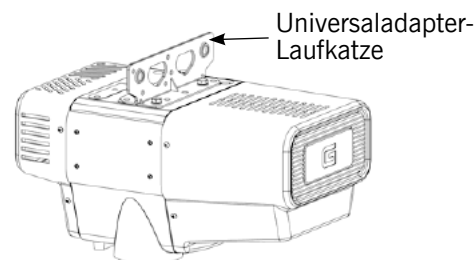

Abbildung 2-3B. Standard-Aktorbaugruppe mit Universaladapter-Laufkatze.
Wenn ein Gorbel® G-Force® auf einem Brückensystem verwendet werden soll, das nicht von Gorbel® stammt, ist eine Universaladapter-Laufkatze erforderlich (**Abbildung 2-3B**). **HINWEIS:** Der Kunde muss zwei (2) Heberlaufkatzen bereitstellen, wenn das Gerät in einem Brückensystem betrieben wird, das nicht von Gorbel® stammt.